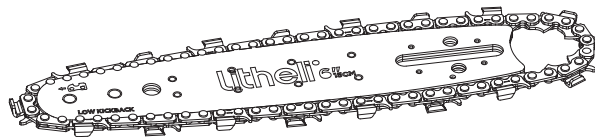

Рис. 2
2. Протяните цепь через направляющий паз шины. Убедитесь, что цепь установлена в правильном направлении вращения (Рис. 2).